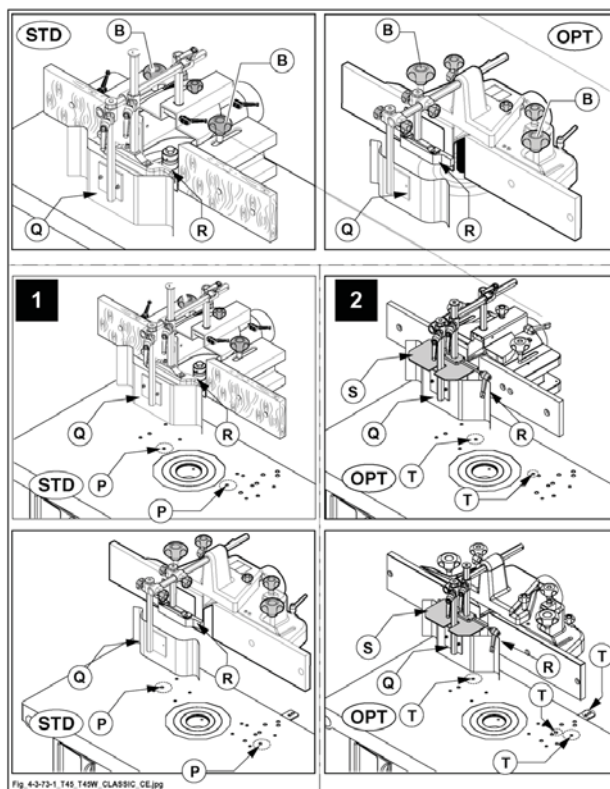

Fig. 4.3-73-1
Prima di iniziare la lavorazione, regolare le protezioni (Q - R - S fig. 4.3-73-1) in modo da proteggere al massimo l'operatore da eventuali eiezioni di schegge o parti di utensile.
è vietato lavorare senza l'ausilio delle protezioni (Q, R, S fig. 4.3-73-1).
- Posizionare la cuffia sul piano di lavoro centrando la spina di riferimento (C fig. 4.3-73-5) nel foro passante.